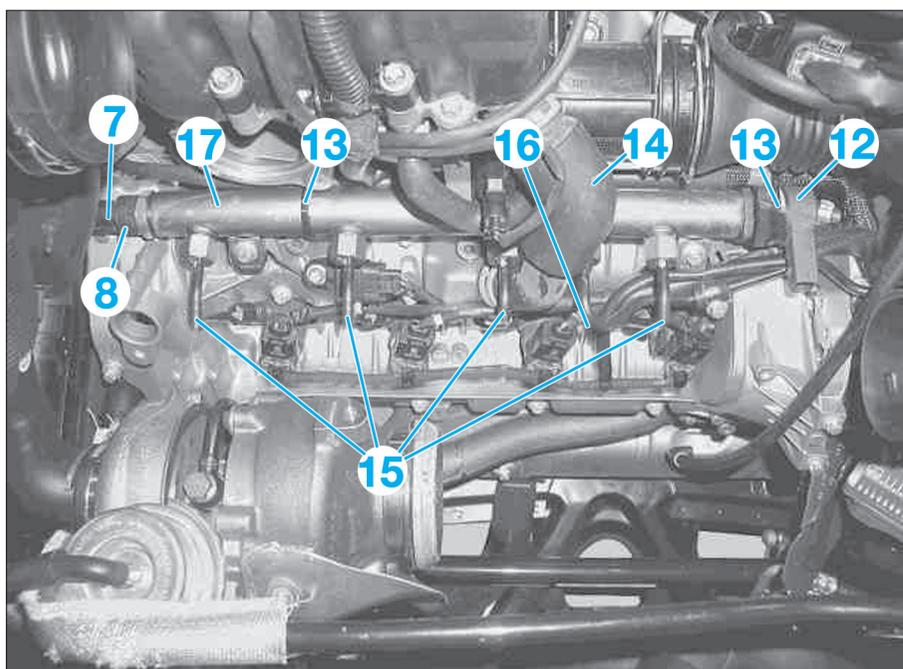

FIG. 51
- le collier (9),
- les supports d'échappement (10),
- les vis (flèches) puis la tôle de recouvrement (11) des injecteurs.
- Si cela n'a pas encore été effectué, débrancher le connecteur (7) du capteur de pression (8) sur la rampe (Fig.51).
- Débrancher le connecteur de l'électrovanne de régulation de pression de carburant (12).
- Couper les serre-câbles (13).
- Déposer la durit (14).
- Déposer les canalisations (15) et (16).
- Déposer la rampe d'injection (17) (2 vis).